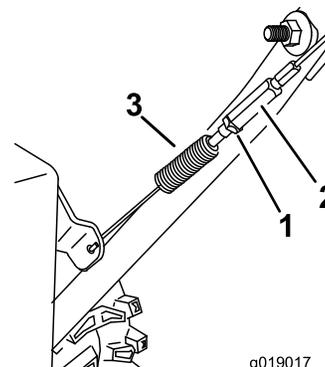

**Figure 36**
4. Serrez le contre-écrou (Figure 36) en vérifiant que le câble est légèrement tendu.